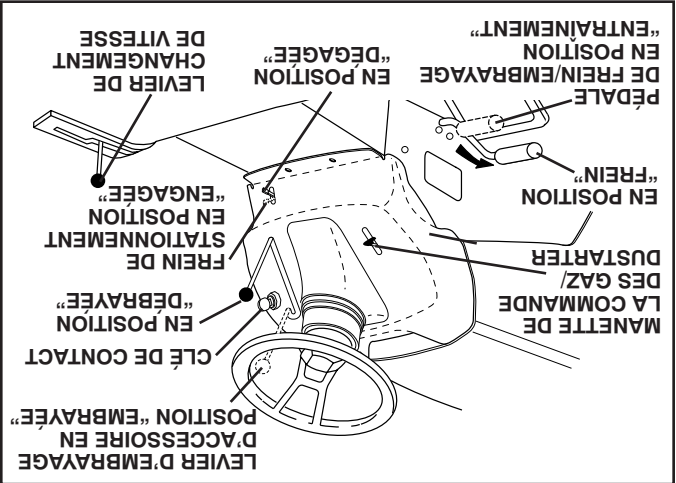

FIG. 5
(Voir la Fig. 5)
### POUR ENGAGER LE FREIN DE STATIONNEMENT (Voir la Fig. 5)
### POUR ARRÊTER (Voir la Fig. 5)
**(Voir la Fig. 5)**
### POUR AVANCER ET POUR RECULER (Voir la Fig. 5)
### POUR RÉGLER LA HAUTEUR DE COUPE DE LA TONDEUSE (Voir la Fig. 5)